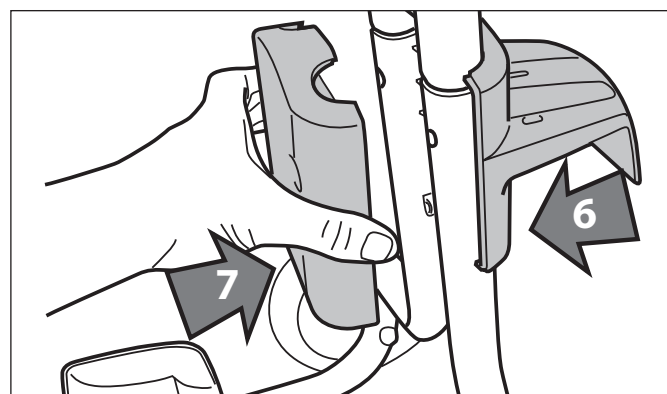
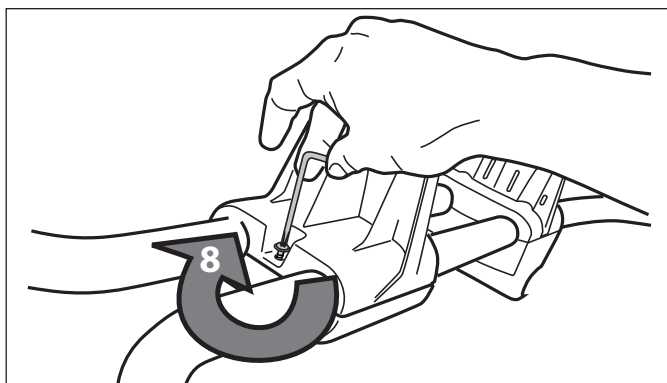

Figure 6. Positionner le bas de la plaque du crochet de câble
Figure 7. Bien accrocher le bas de la plaque du crochet de câble
- Placer le crochet du câble d'alimentation inférieur comme illustré à la Figure 6. Placer la plaque du crochet du câble face au crochet du câble d'alimentation. Fixer en utilisant une vis et serrer avec la clé Torx. Se référer à la figure 7.